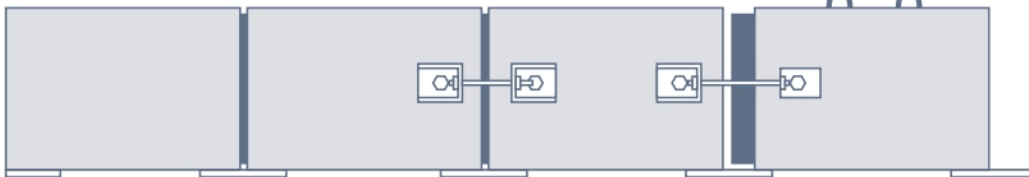

図4 据付状況
① 図4のように引寄せ治具で引寄せます。
※製品引寄せ比率は図4のように「既設の製品重量>新たに据える製品重量」になるよう引寄せ治具の本数を調整します。